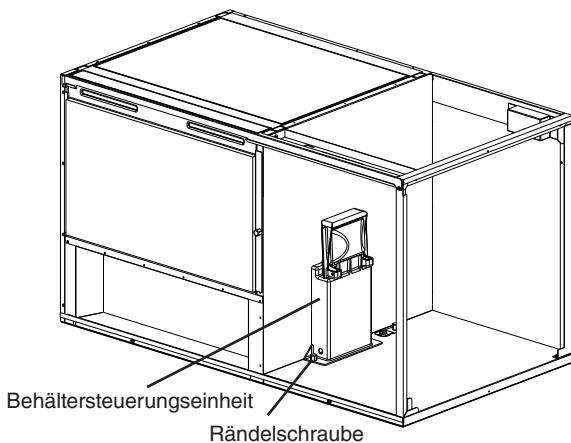

Abb. 3
- b. Die Rändelschraube und die Behältersteuerungseinheit aus dem Eisbereiter entfernen. Siehe Abb. 3.